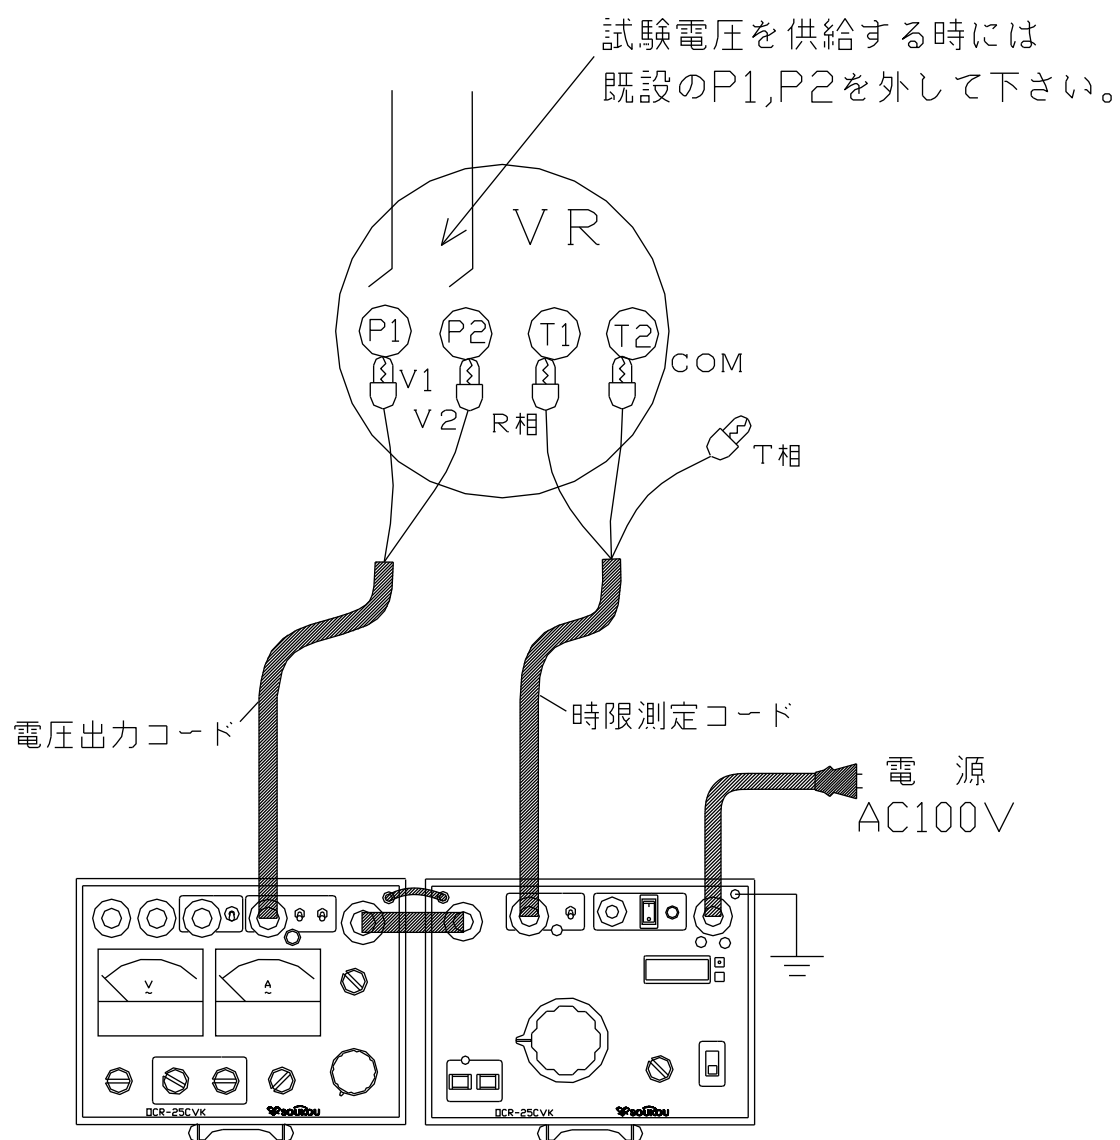

図19：試験回路図(停電状態)
5. 以上のような点を注意し、試験回路を構成します。(図19)